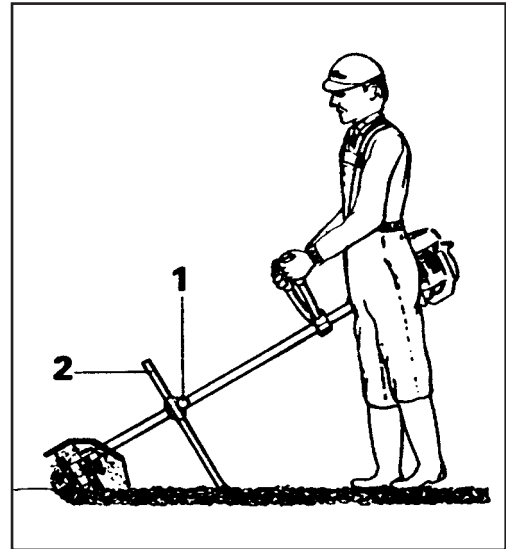

Fig. 4
**ВНИМАНИЕ!** - Указания по эксплуатации, регулировк и тхобслуживанию двигателя см. в **руководств по эксплуатации и тхобслуживаниюВашей мотокоосы.** Почвоуглубитель (2, Рис.4) необходим для ргулировкиподачи и глубины вспашки. Правильная установка почвоуглубителя обспчивает полный контроль над машиной бз приложниа физических усилий
**ЭКСПЛУАТАЦИЯ (Рис.4):** подгонит рмнь к своему тлу (СМ. руководство по эксплуатации и тхобслуживанию мотокоосы).Отргулируют высоту установки почвоуглубителя (2) с помощью ручки (1). Двигайтсь впрд маленькими шагами и прмщайт культиватор впрд-назад.
**UWAGA!** - Sposób użycia, regulacja oraz konserwacja są opisane w instrukcji obsługi i konserwacji kosi spalinowej. Nóż (2, Rys. 4) jest konieczny do sterowania posuwem kultywatora oraz kontrolowania głębokości pracy. Dobra regulacja noża pozwala na całkowitą kontrolę urządzenia bez wysiłku.
**UŻYCIE (Rys. 4):** Dopasować pasy nośne do ciała (patrz instrukcja obsługi i konserwacji kosi spalinowej).